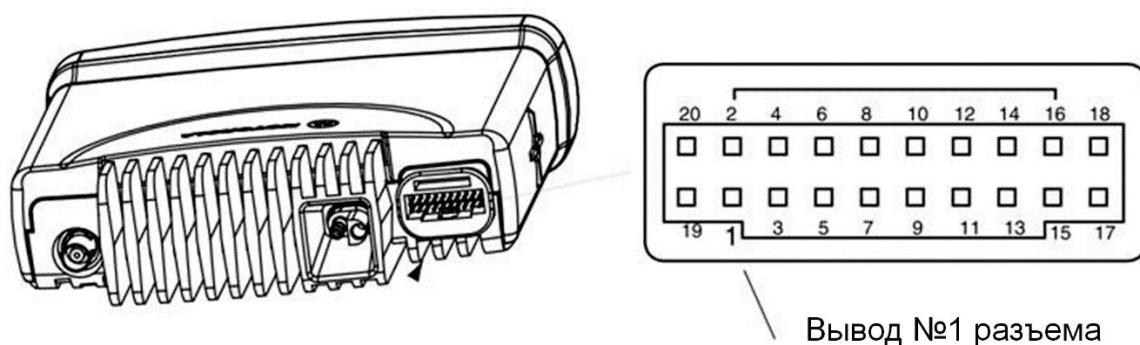

Рисунок 2 – Функциональный разъем для подключения радиостанции
1.1.5.1 Подключить шлюз к базовой радиостанции через специальный функциональный разъем для подключения аксессуаров GM300 Accessory Connector (см. рисунок 2).